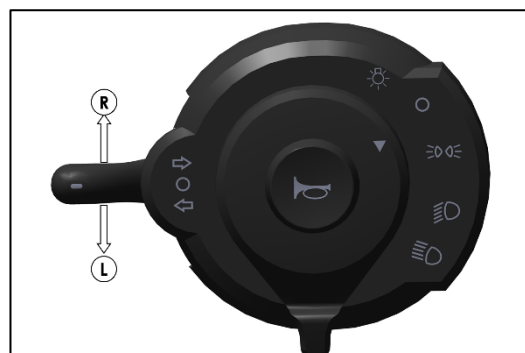

Fig. 82 - COMMANDE DES CLIGNOTANTS
A. Commande des clignotants : (fig. 82)